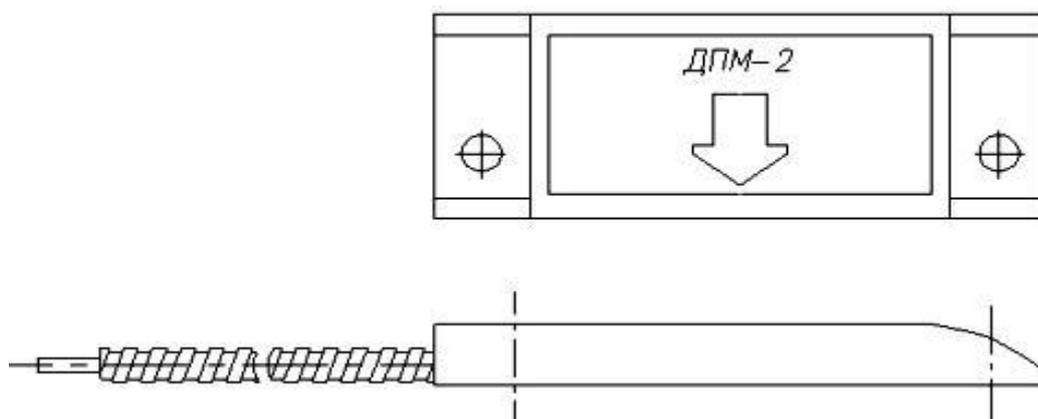

Рис.8
3.4. Габаритные и присоединительные размеры датчиков приведены на рисунках 4, 5, 6, 7. Установку блоков геркона исп. 06, 07 и магнита производить по рис. 8.